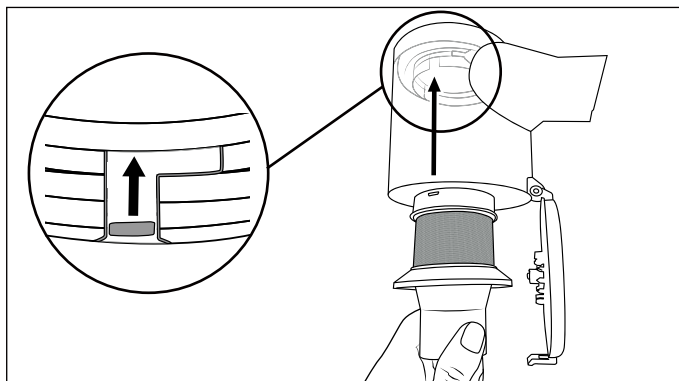

Abb. 21
- 7) Setzen Sie den Edelstahlfilter **①** in den Staubbehälter **⑦** ein und drehen Sie ihn gegen den Uhrzeigersinn, bis er im Staubbehälter **⑦** einrastet. Achten Sie dabei auf die Arretierungen am Edelstahlfilter **①**. Der Edelstahlfilter **①** kann durch diese Arretierungen nur in einer bestimmten Position entlang der Arretierungsschienen des Staubbehälters **⑦** eingesetzt werden (siehe Abb. 21 und 22).